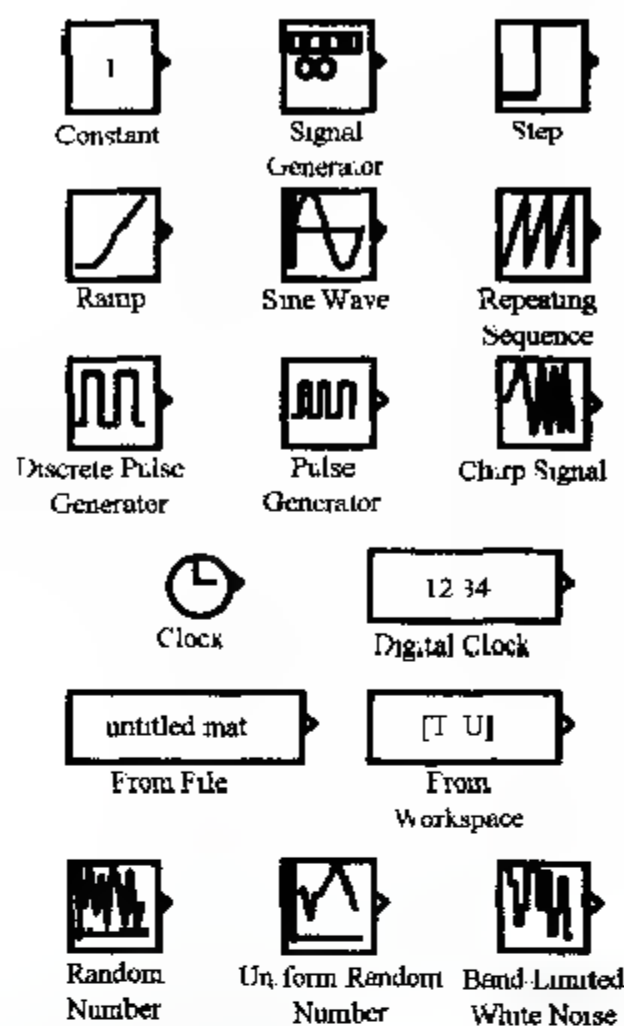

图 6.10 源库中的模块图
- 8) Source(源库),打开源库,显示图 6.10 所示的模块图.